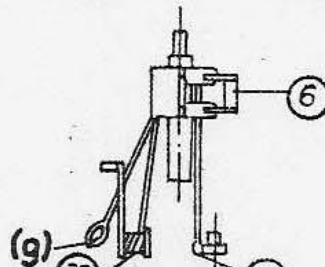
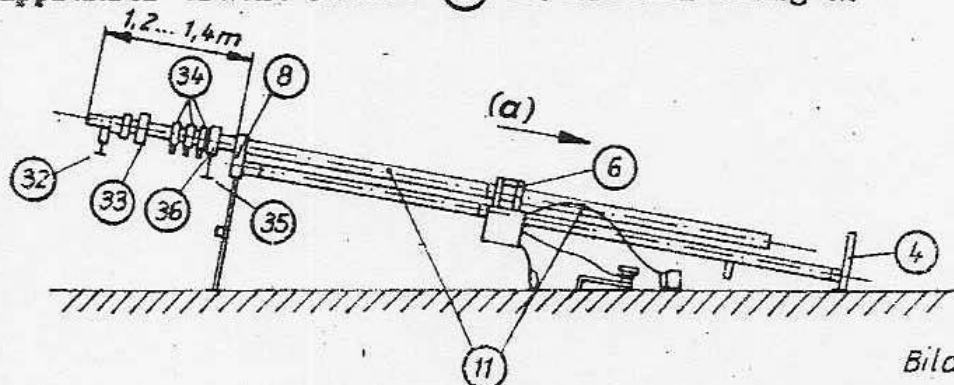

Bild 6
Bild 13
- Truppführer steckt Kurbel (30), Bild 6 und 25, an Hilfsmast und schiebt zweites Mastrohr (11) (bereits am Hilfsmast) hoch, bis Verteilerunterkante (f) über der Führung (8) liegt (Bild 13, 15 und 25).